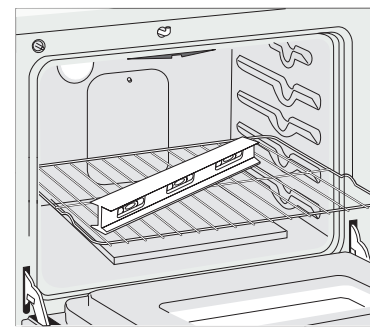
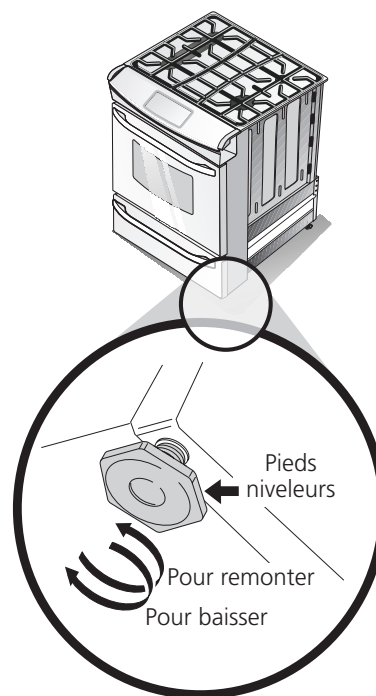

Figure 6
Figure 12
La ligne d'alimentation doit être munie d'un robinet d'arrêt approuvé (voir Figure 6). Ce robinet doit se trouver dans la même pièce que la cuisinière et à un endroit qui permette de l'ouvrir et de le fermer facilement. Ne bloquez pas l'accès au robinet d'arrêt. Il est destiné à ouvrir et à fermer l'alimentation en gaz de l'appareil.
2. Déposez un niveau à bulle sur la grille (voir la figure 6). Prenez 2 lectures en plaçant le niveau en diagonale dans une direction, puis dans l'autre direction. Si nécessaire, ajustez les vis de nivellement à l'aide d'une clé (reportez-vous à la figure 12).
4. Mettez la cuisinière à niveau au besoin, en l'ajustant avec les 4 pieds niveleurs à l'aide d'une clé à molette (voir Figure 12). Un dégagement minimum de 1/8" (0.3 cm) est requis entre le bas de la cuisinière et les pieds niveleurs arrière pour disposer de suffisamment d'espace pour installer les supports anti-basculés.